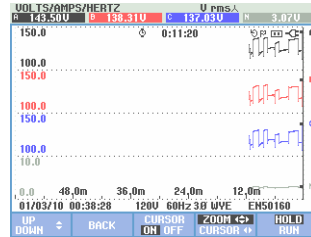

Рис. 23-6 Отображение трендов, курсор и масштабирование включены
- Нажмите F4, чтобы назначить клавиши с изображением стрелок для управления Масштабированием. Теперь можно использовать клавиши со стрелками влево/вправо для растягивания и сжатия трендов горизонтально, как показано на рис. 23.6. Клавиши со стрелками вверх/вниз служат для изменения масштаба в вертикальном направлении. Если Курсор включен, горизонтальное Масштабирование действует симметрично вдоль вокруг Курсора; а если выключен - то работает горизонтальное Масштабирование, начиная с правой стороны экрана.